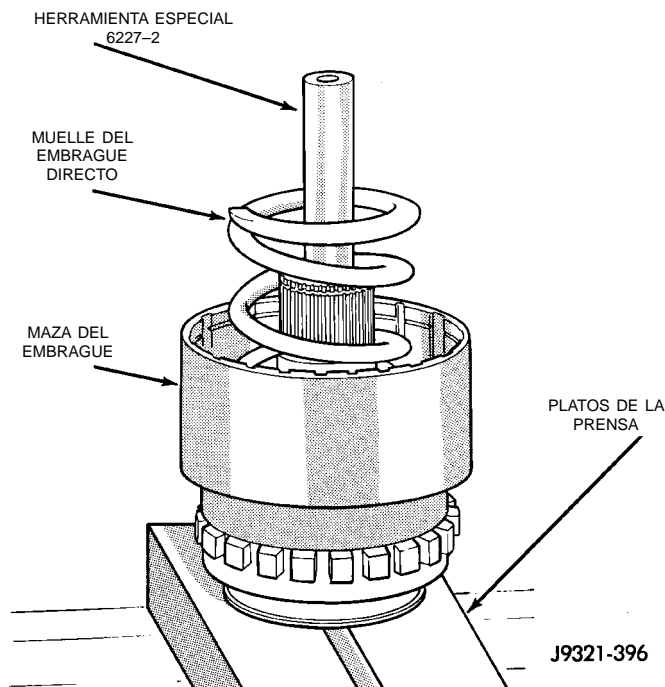

Fig. 236 Instalación del muelle del embrague directo debe estar al ras de este extremo de la maza (Fig. 239).
(17) Instale el muelle del embrague directo (Fig. 236). Asegúrese de que el muelle esté correctamente asentado en la placa de muelle.